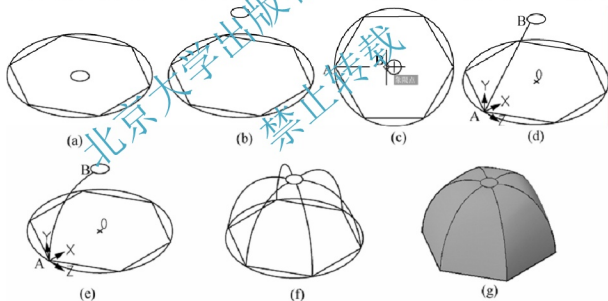

图 11-31 指定导向线创建放样实体过程
(1) 绘制截面。
① 分别绘制横截面“圆”和“正六边形”(大圆为辅助圆), 如图 11-31(a)所示;
② 使用**【移动】**MOVE 命令, 将横截面“圆”沿 Z 方向上移一高度, 如图 11-31(b)所示。
(2) 绘制导向线。
① 切换到俯视图, 过六边形顶点 A 与圆的象限点 B 连直线, 如图 11-31(c)所示;
② 建立 UCS: 使用**【3 点】**UCS 命令, 以 A 点为原点、A 到圆心 O 为 X 轴、AB 为 Y 轴, 建立新的 UCS 坐标, 如图 11-31(d)所示;
③ 使用**【多段线】**PLINE 命令, 在点 A、B 间绘制曲线, 并删除 AB 直线, 结果如图 11-31(e)所示;
④ 将坐标系切换到 WCS: 使用**【阵列】**ARRAY 命令, 将曲线 AB 沿辅助大圆圆心作环形阵列(数量 6 个); 删除辅助大圆, 结果如图 11-31(f)所示;
(3) 创建实体。
(4) 使用【视觉样式】中的【真实】或【概念】进行实体显示，结果如图 11-31(g)所示。